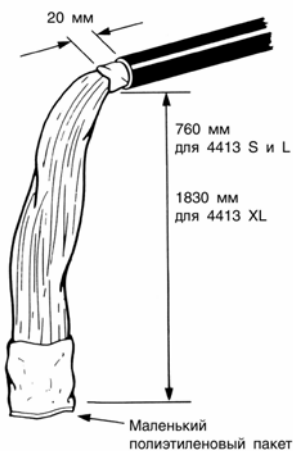

Рис. 3.2. Пластмассовый пакет, надетый на конец кабеля
3.2.4. Одеть защитные перчатки. Вскрыть пакет с жидкостью для удаления гидрофобного заполнителя 4413. Для предотвращения проколов торцами жил пластмассового рукава на конец сердечника кабеля надеть маленький пластмассовый пакет (рис. 3.2).